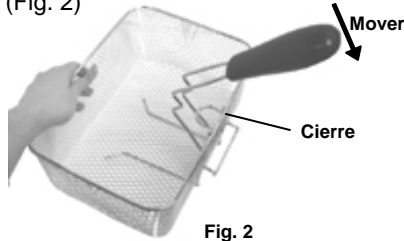

Fig. 2
- Con la canasta para freír firmemente en una mano, estire el mango hacia su cuerpo para que la pieza de metal sea ajustada firmemente en el cierre redondo de la canasta para freír. (Fig. 2)